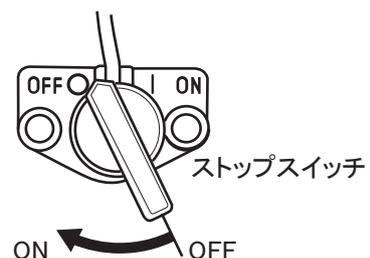

図 24
4. ストップスイッチを「OFF(停止)」から「ON(運転)」の位置へ回します。(図24)